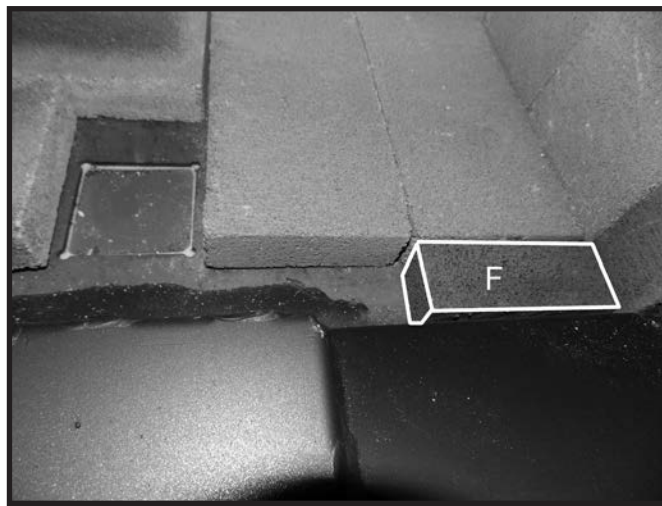
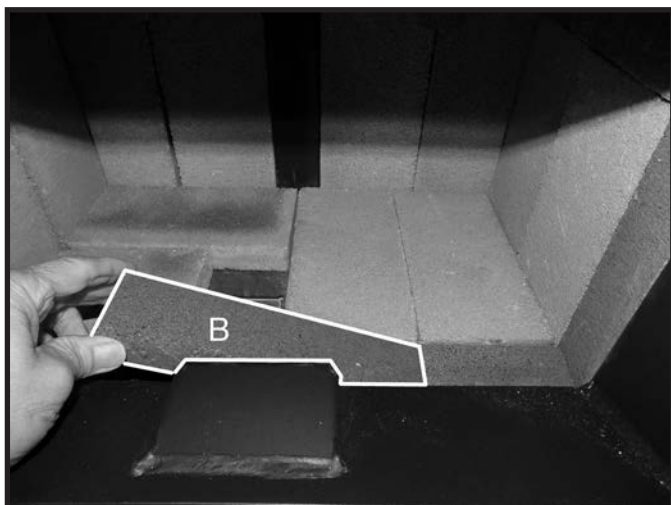

Figure 24: Petite brique étroite installée dans la rangée avant.
Figure 25: Longue brique centrale au premier rang.
11. Placez une petite brique "F" étroite contre le côté avant droit du sol (Figure 24), puis une brique "B" plus longue au centre de la rangée avant (Figure 25). Terminer avec la dernière brique "F" placée contre la rangée avant du côté gauche (Figure 26) . Remarque: il restera un espace derrière le dépôt de cendres. Remarque: il restera une brique pleine grandeur en réserve.